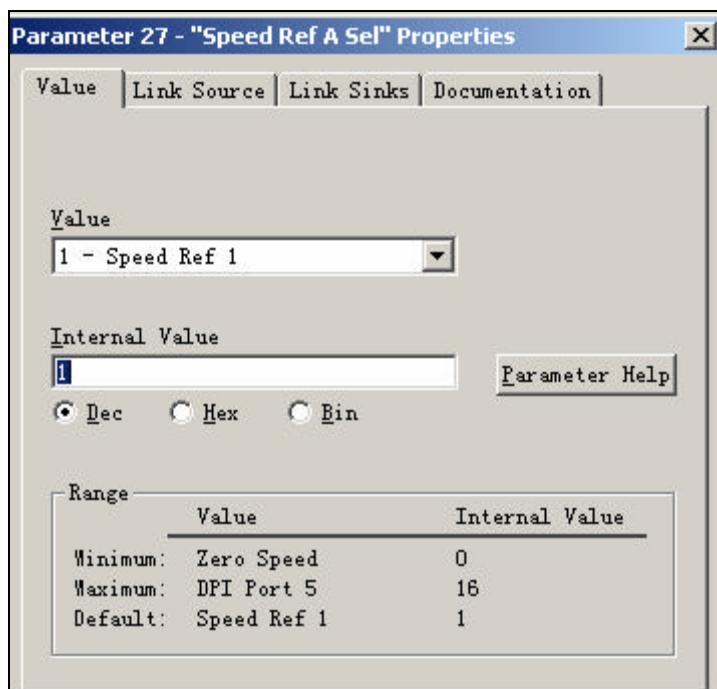

图 6-8 参数对话框
(6) 修改 Linear list 中参数的方法。以修改参数 27 [Speed Ref A Sel]为例 ,双击该参数 ,然后出现如图 6-8 所示的对话框。